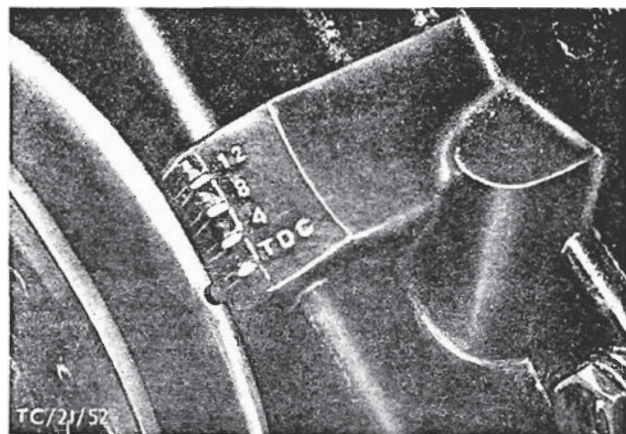

Fig. 82 - Remskiven ud for øverste dødpoint-mærke.
2. Under justering af ventilspillerumme drejes motoren kun i den normale omdrejningsretning. Ved justering af den første ventil stilles krumpapremskivens mærke ud for "0-mærket" på taktdækslet, Fig. 82.